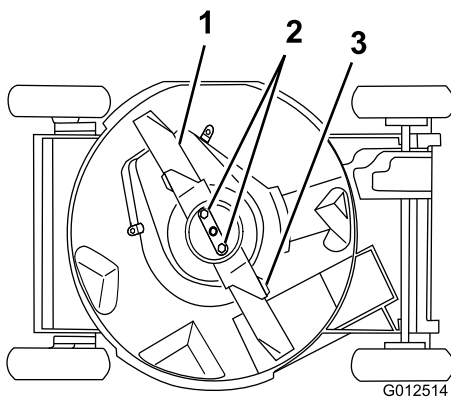

Figure 32
4. Basculez la tondeuse sur le côté **droit** (Figure 32).
Tenez la lame à son extrémité avec un chiffon ou un gant épais. Retirez les écrous, l'accélérateur et la lame (Figure 32).
5. Retirez les 2 écrous, l'accélérateur et la lame (Figure 32).